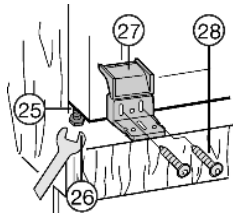

Fig. 21
- ▶ Aligner les cornières en plastique Fig. 21 (27) affleurant avec les bords avant des parois latérales des meubles, même si la cornière saillit ainsi du fond du placard.
- ▶ Aligner l'appareil au moyen des pieds de réglage Fig. 21 (25) avec la clé à fourche jointe Fig. 21 (26) jointe afin qu'il soit bien droit.